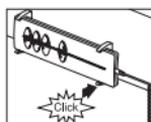

Abb. 1
• Platzieren Sie die Klemme an der Unterseite der Umrandung oder Support (siehe Abb. 1).